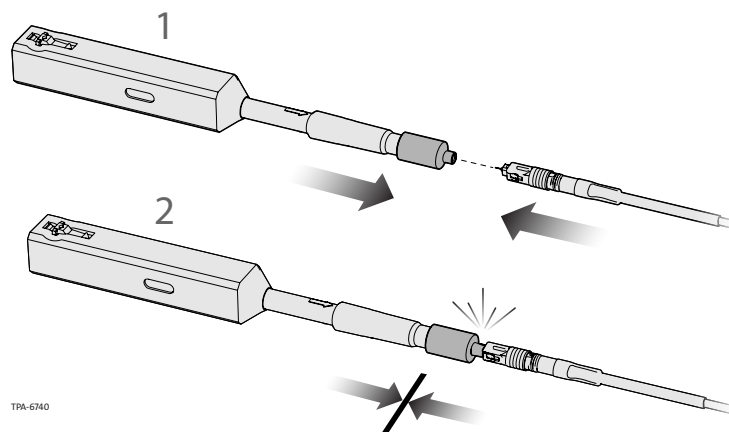

Figure 5
Étape 5: Pousser l'outil de nettoyage et le connecteur jusqu'à entendre un « clic » audible (Figure 5).